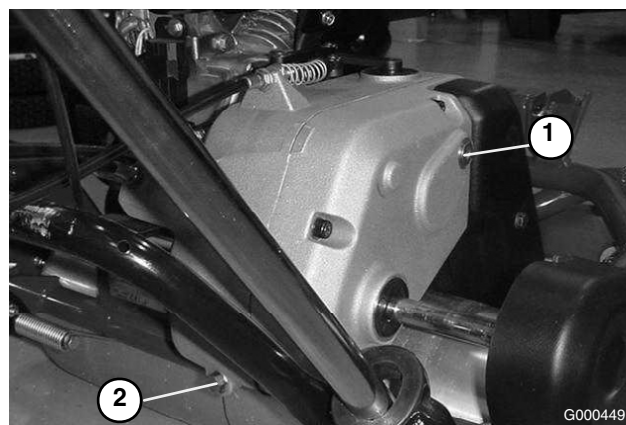

Figure 28
2. Retirez le bouton de vidange à l'arrière de la transmission (Figure 28).
3. Appuyez sur le guidon et basculez la machine en arrière. Retirez le bouchon de contrôle/remplissage du côté droit de la transmission (Figure 28).